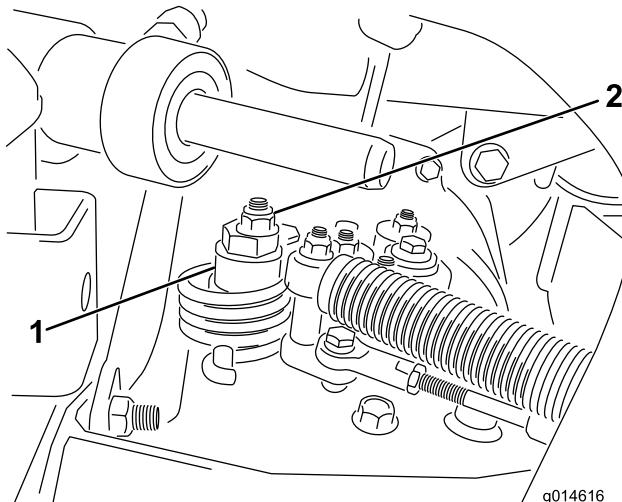

Figura 48
- A. Allentate il dado che fissa l'eccentrico alla parte superiore dell'igrostat (Figura 48).
C. Fate girare l'eccentrico finché non riscontrate movimenti in alcuna direzione. Quando la ruota cessa di girare, serrate il dado di bloccaggio dell'eccentrico per mantenere la messa a punto (Figura 48). Verificate la regolazione portando l'acceleratore in posizione Slow e Fast.